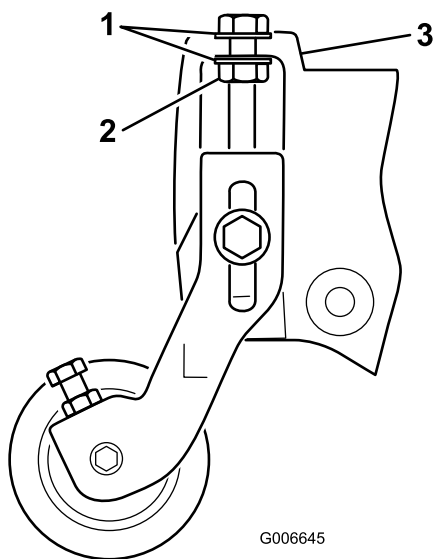

図 21
注 刈高調整ボルトのワッシャが、フランジの左右に配置されるようにすること [図 21]。
17. ワッシャがサイドプレートのフランジに接触するまで刈高調整ボルトを締め付け、そこから、ナットを 1/2 回転だけ戻す 図 21。